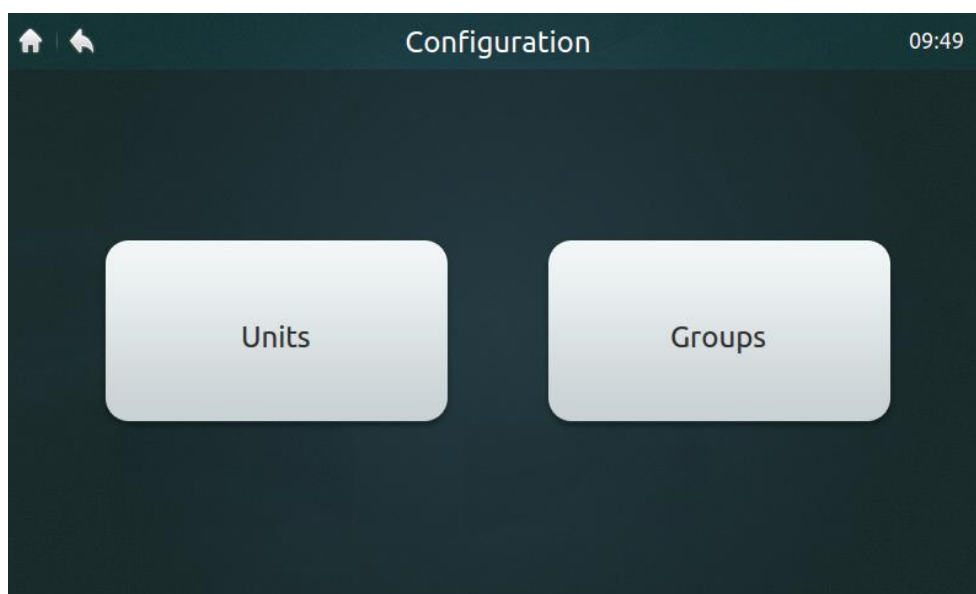
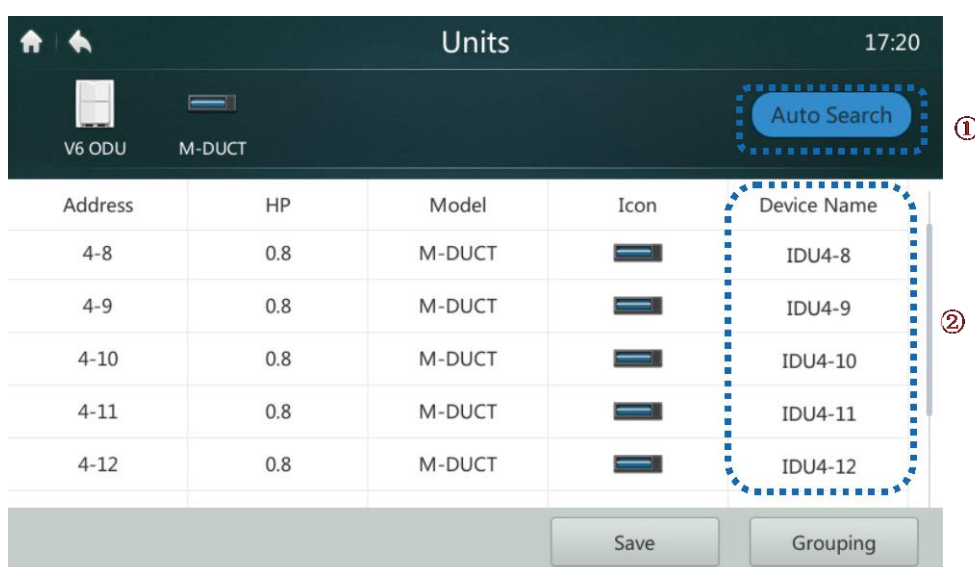
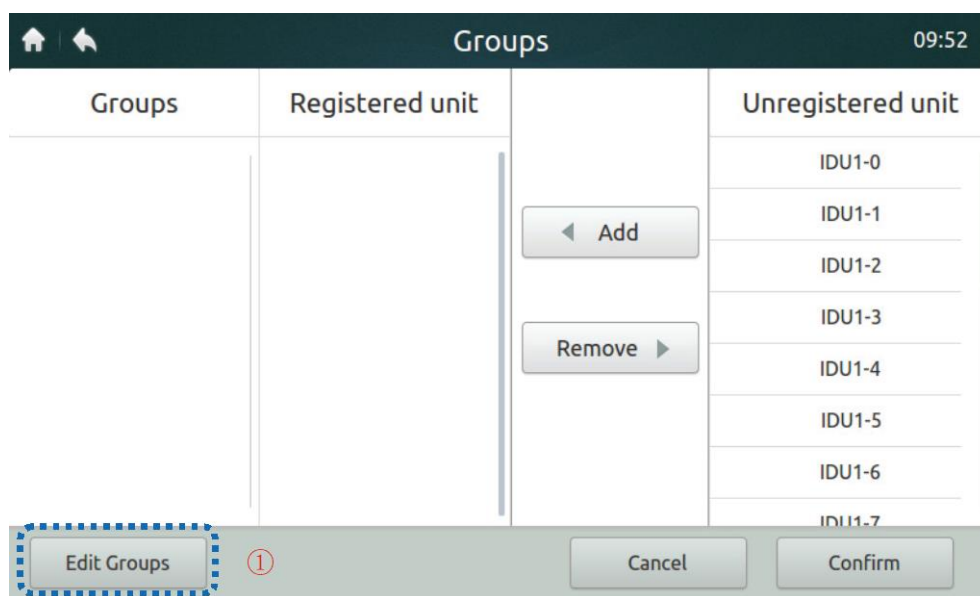
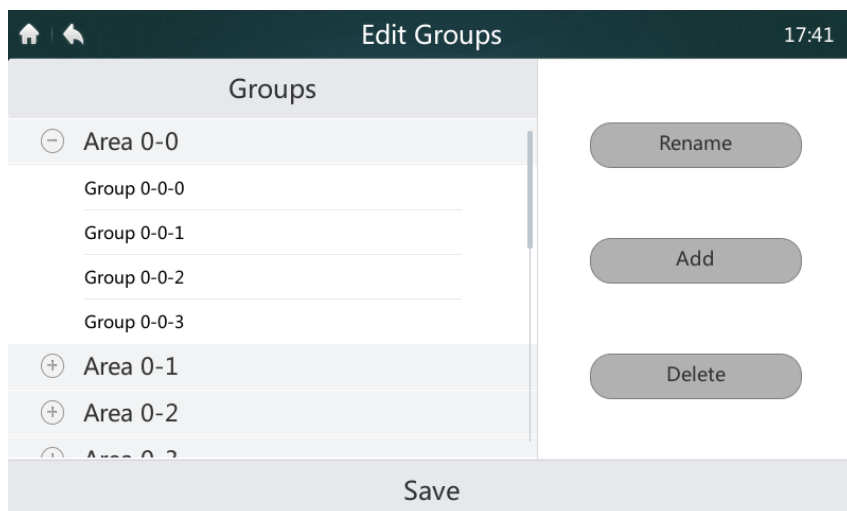

Figura 35: Home page dell'interfaccia d'installazione
Figura 36: Pagina Units per l'installazione del dispositivo
Figura 38: Home page 1 della pagina Groups (Gruppi)
Figura 39: Editing di gruppi
1. Toccare il pulsante "Units" (Unità), come mostrato in figura 35, per accedere all'interfaccia mostrata nella figura 36.
2. Toccare il pulsante "Auto Search" (Ricerca automatica) contrassegnato "1" nella figura 36. Nell'interfaccia vengono visualizzati i dispositivi collegati. La tabella mostra l'indirizzo dell'unità interna (Address), la potenza dell'unità interna (HP), il tipo di unità interna (Model) (il tipo corretto può essere visualizzato solo per le unità interne di seconda generazione, gli altri tipi sono le unità interne di prima generazione), l'icona del tipo (il tipo corretto può essere visualizzato solo per la
3. Il nome predefinito del dispositivo è "IDU + indirizzo_di rete_dell'unità_esterna - indirizzo_dell'unità_interna". L'utente può modificare il nome del dispositivo. Toccare il luogo contrassegnato "2" nella figura 36, per visualizzare la pulsantiera nella parte inferiore del display, come mostrato di seguito. Modificare il nome del dispositivo all'indirizzo appropriato, quindi toccare "Confirm" (Confermare).
1. Toccare il pulsante "Groups" (Gruppi) contrassegnato "2" nella figura 35 per passare alla pagina di visualizzazione dei gruppi mostrata nella figura 38. La figura 38 mostra l'interfaccia quando non sono creati alcuni gruppi.
- Prima creare un gruppo. Toccare il pulsante “Edit Groups” (Revisione dei gruppi) contrassegnato “1” nella figura 38 per passare all’interfaccia mostrata nella figura 39.
- I gruppi possono essere divisi in due livelli (es. livello 1 - Posizione; livello 2 - Gruppo). Al livello 1 è possibile creare fino a 10 gruppi. Al livello 2 è possibile creare fino a 5 gruppi. Toccare il pulsante “Add” (Aggiungere), come mostrato nella figura 38, per aggiungere un gruppo di primo livello. Toccare per selezionare il gruppo di primo livello. Toccare il pulsante “Add” (Aggiungere) per aggiungere il gruppo di secondo livello. Per cancellare il gruppo selezionare il gruppo richiesto e toccare “Delete” (Cancellare).
- Per modificare il nome del gruppo, selezionare il gruppo e toccare su “Rename” (Rinominare) come mostrato in figura 39.
- Per salvare le informazioni modificate, toccare il pulsante “Save” (Salvare) in fondo alla pagina, come mostrato in figura 39.